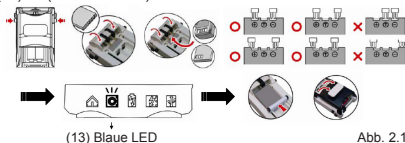

Abb. 2.1
- 2.2 Überprüfen Sie die Polarität, indem Sie die Federanschlüsse auf die Ladekontakte ausrichten, bis die blaue LED (13) leuchtet.
Stellen Sie die Federkontakte horizontal ein, indem Sie beide Seiten der Entsperrtaste für die Winkeleinstellung (4) drücken. Stellen Sie Kontakt mit den Ladekontakten des Akkus her, bis die blaue LED (13) leuchtet, dann klemmen Sie den Akku mit der Rückplattenhalterung für Lithium-Ionen-Akkus (8) oder der Klappe (10) an (siehe Abb. 2.1).